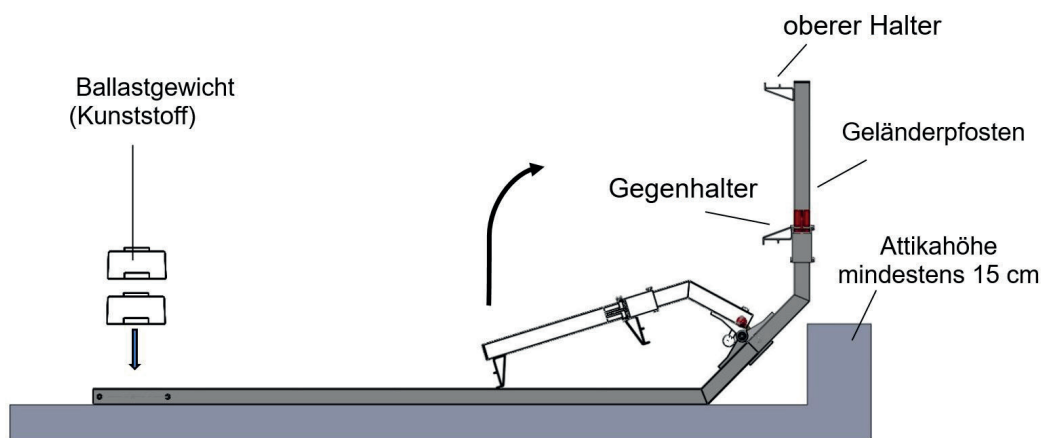

Abb. 2: Geländerpfosten
2. Die Ballastgewichte müssen zwischen den zwei Schrauben unten am Geländerpfosten platziert werden (siehe Abb. 2).